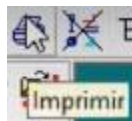

Figura 378. Exportación del plano.
50. En el menú superior, seleccionar el botón “Imprimir” para activar las opciones de exportación del plano. Figura 378.